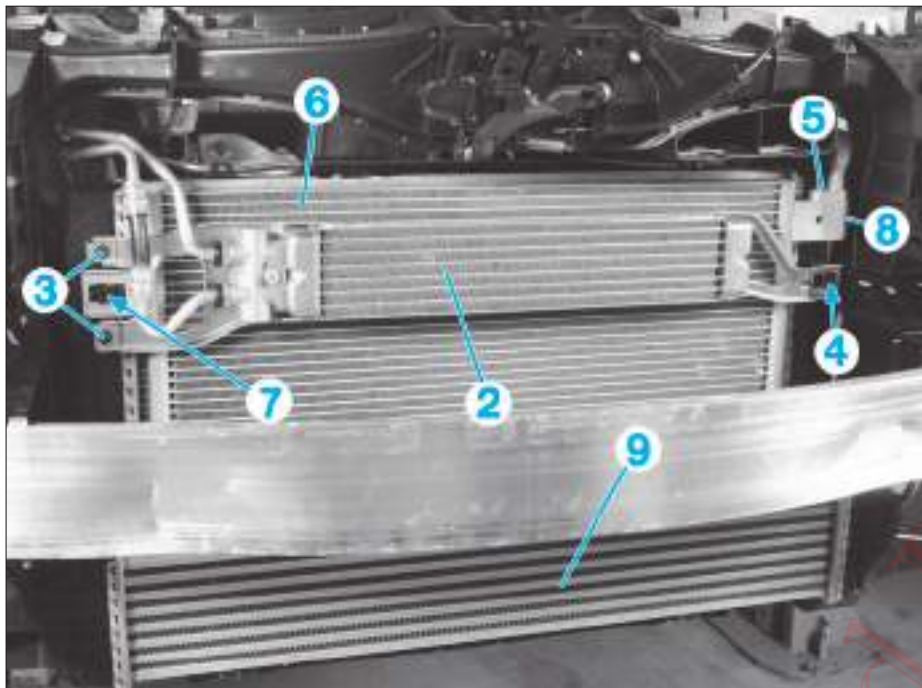

FIG. 14
- Avec boîte de vitesses automatique, déposer le radiateur d'huile (2) (Fig.14). Pour cela :
- déposer les 2 vis (3),
- comprimer le crochet (4) et sortir le radiateur d'huile.
- Déposer la vis (5).
- Déverrouiller le condenseur (6) du radiateur de refroidissement moteur en comprimant le crochet (7) et en poussant le support (8) sur le côté.
- Déposer l'échangeur air-air (9).
- Sortir le condenseur (6) par le bas.